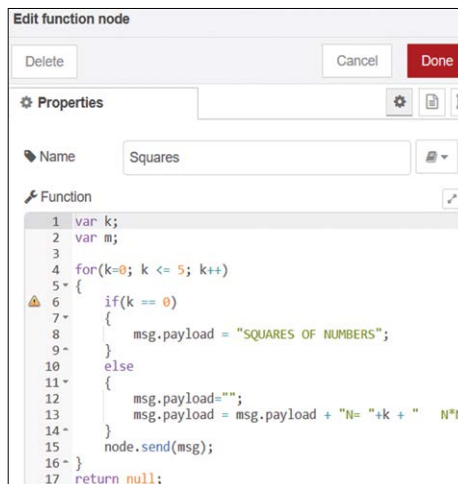

Figure 4.40 Contenu de la fonction
- Créer un **fonction** noeud nommé **Carrés** et entrez les déclarations suivantes dans- côté de cette fonction (figure 4.40). La fonction affiche l'en-tête **CARRÉS DE NOMBRES** puis calcule et affiche les carrés des nombres de 1 à 5 :